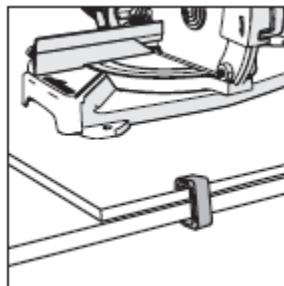

Рис. 2
- Используйте G-образные зажимы для прикрепления монтажной плиты к рабочей поверхности. (Рис. 2).